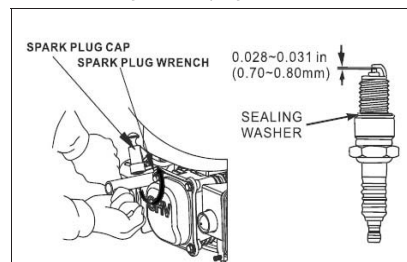

Fig. 11
4. Misurare la distanza degli elettrodi con un calibro appropriato. La corretta distanza è di 0,7~0,8 mm. Per eventuali regolazioni, piegare delicatamente l'elettrodo superiore (vedi Fig. 11).